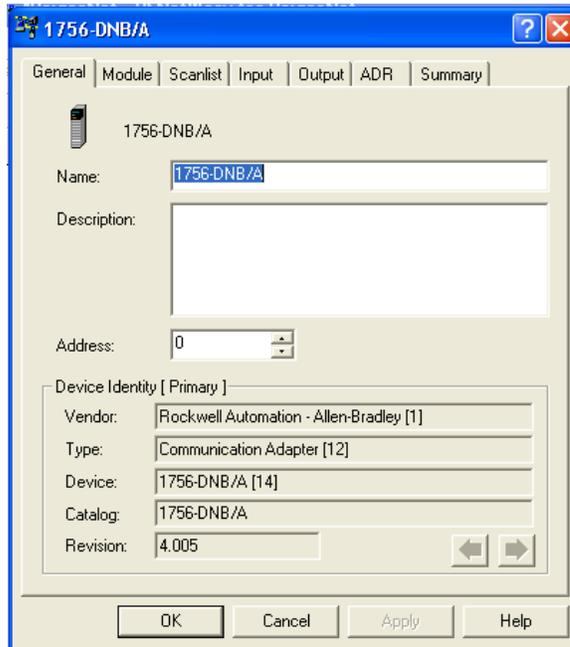

Figure 3-16 : Dialogue des propriétés du scanner : Vue initiale
6. La boîte de dialogue des propriétés du scanner apparaîtra, comme sur la Figure 3-16.